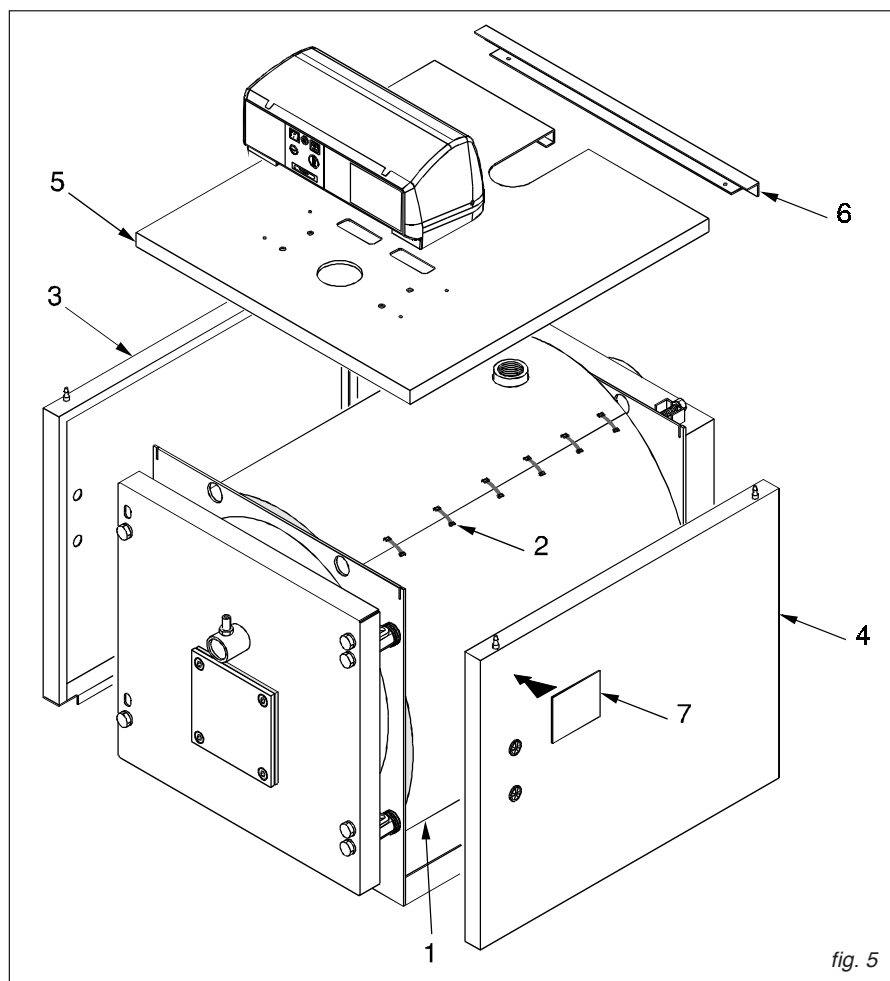

fig. 5
Séquence de montage (voir fig. 5 - 6)
D) Insérer dans le doigt de gant supérieur les bulbes des sondes comme indiqué sur la fig. 5 et effectuer ensuite les raccordements électriques (alimentation 230 V - 50 Hz, brûleur, pompes, ...). Fermer le tableau.